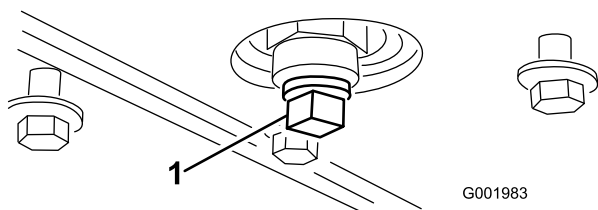

Figura 46
5. Togliete il tappo di spurgo. (Figura 46).